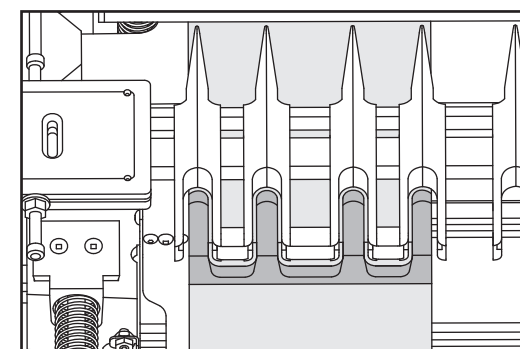

Fig. E13
9. La coupe finale devrait ressembler à la coupe montrée dans Fig. E13.